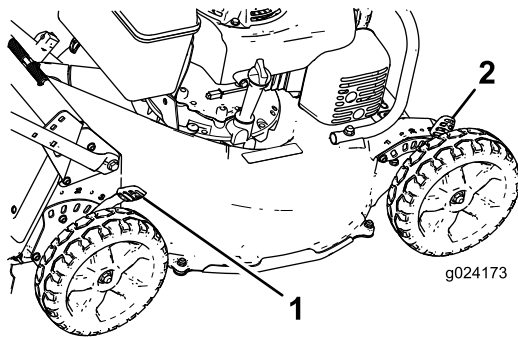

Figura 11
1. Tire de la palanca de altura de corte hacia la rueda (Figura 11) y muévela a la posición deseada.